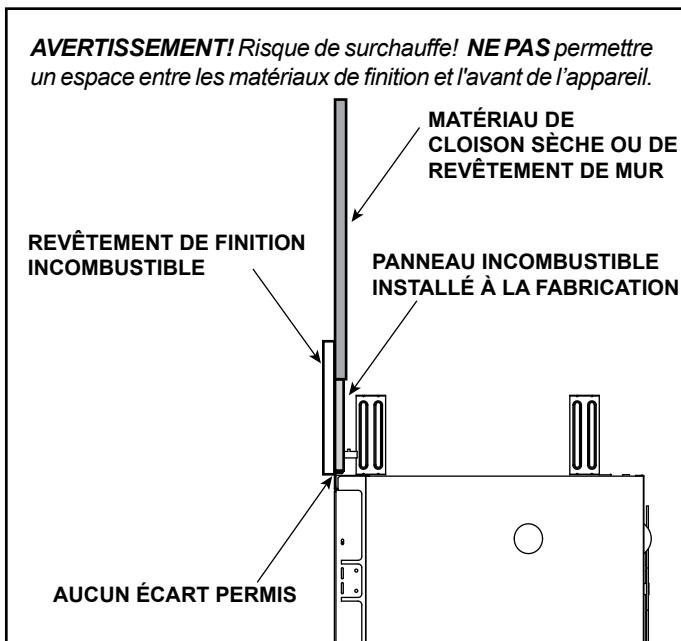

Figure 10.1 Matériaux de finition installés
- Scellez les espaces entre le mur fini et les faces du dessus et des côtés de l'appareil en utilisant un produit d'étanchéité prévu pour une température de 150 °C (300 °F) minimum. Consultez les figures 10.1 et 10.2.
- Les matériaux de finition doivent être posés sans interstice afin d'éviter que la chaleur ne s'échappe entre le matériau de finition et le mur. Voir la figure 10.1.